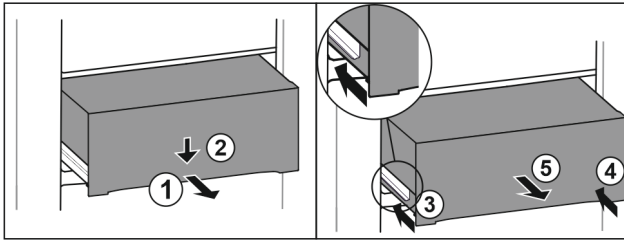

Fig. 105
- ▶ Schubfach halb herausziehen. Fig. 105 (1)
- ▶ Schubfach an der Vorderseite nach unten drücken. Fig. 105 (2)
- ▶ Linke Schiene etwa 2 cm einschieben. Fig. 105 (3)
- ▶ Rechte Schiene etwa 2 cm einschieben. Fig. 105 (4)
- ▶ Schubfach nach vorne entnehmen. Fig. 105 (5)